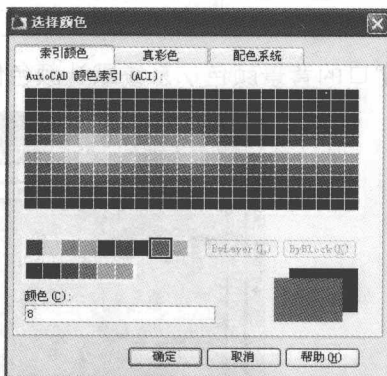

图 1-9 “选择颜色”对话框
(5) 在“选择颜色”对话框中，选择“索引颜色”选项卡，如图 1-9 所示。